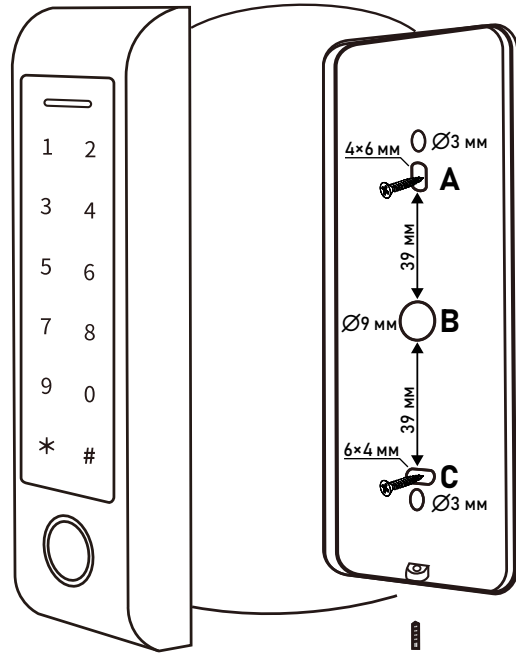

Рис. 5 Монтаж контроллера
2. В соответствии с рис. 5 на вертикальной поверхности подготовьте 2 отверстия (А и С) диаметром 6 мм для фиксации крышки, а также отверстие В диаметром 9 мм для коммутационного кабеля.